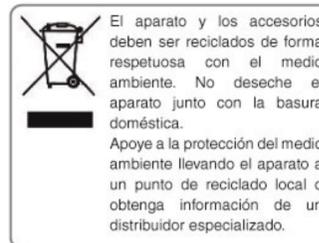

Fig 11
- Presione hacia abajo el botón. Luego encaje la parte frontal con la parte trasera en la posición correcta. Gire la parte frontal hasta la posición de bloqueo. Deslice el sello de la boquilla (a) (Fig 11) con la ranura hacia delante.